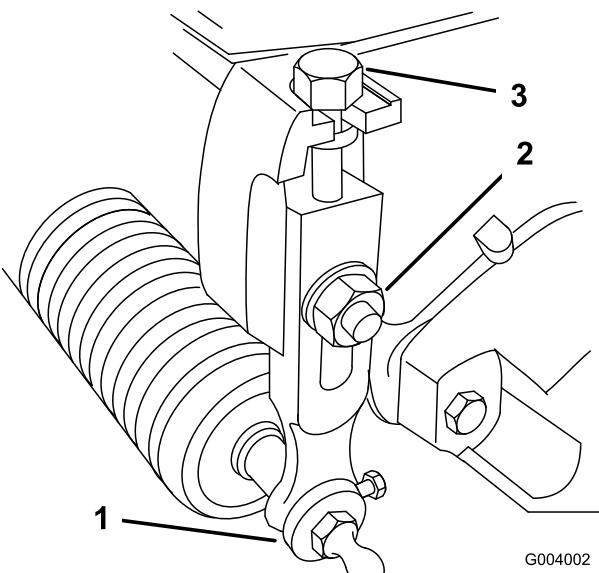

Figura 15
- Allentate i dadi di bloccaggio che fissano i bracci di regolazione dell'altezza di taglio sulle piastre laterali dell'apparato di taglio (Figura 15).